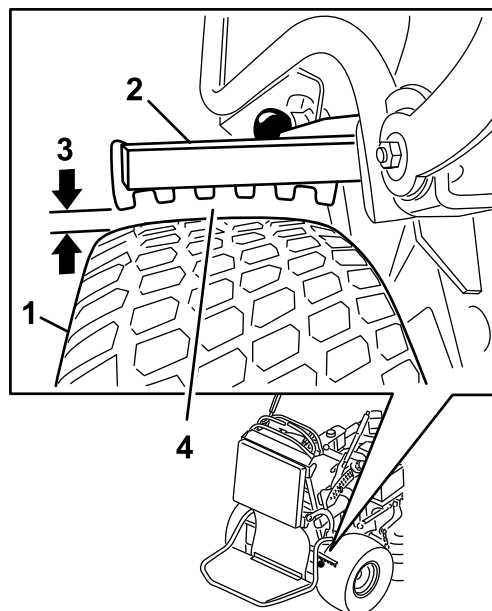

Figure 59
6. Utilisez le côté présentant le plus petit espace, et faites en sorte que la distance se situe entre 3 et 6 mm, comme montré à la Figure 59 ; voir Réglage des freins \(page 47\) si la distance n'est pas correcte.
5. Réglez la chape (Figure 59).